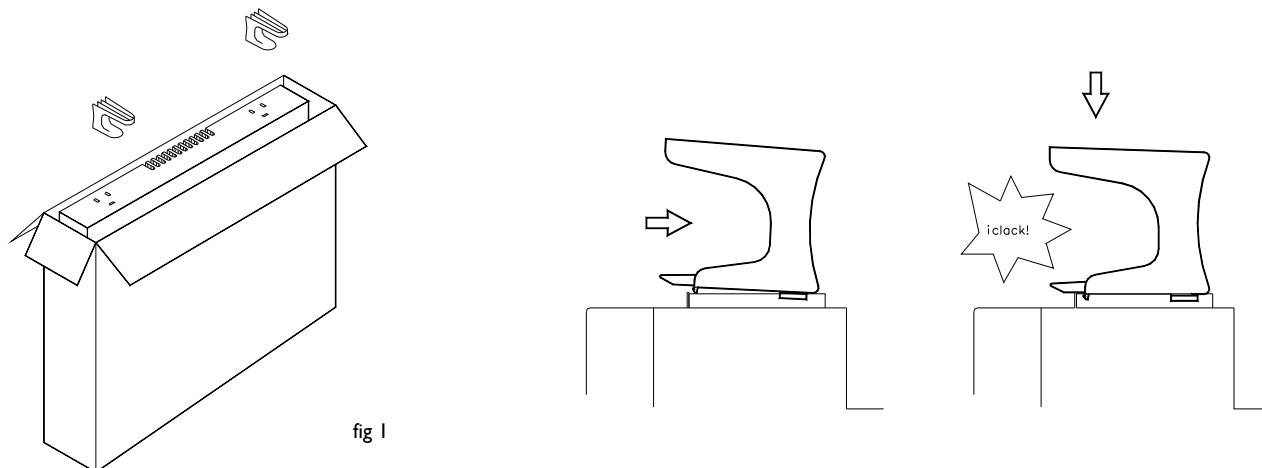

fig 1
2.- Open the carton at the indicated side and fix the feet without removing the heater casing (fig 1). The screws are in the accessories bag. Turn the carton upside down to allow the heater to stand on its feet and remove the carton. Check that it is the correct model and that it is in good condition.
2.- Abra a embalagem conforme indicado e fixe os suportes sem retirar o acumulador (fig.1). Dê uma volta à caixa de forma que o acumulador se apoie sobre os suportes e retire a embalagem. Verifique que o modelo do acumulador corresponde ao solicitado e que se encontra em perfeitas condições.